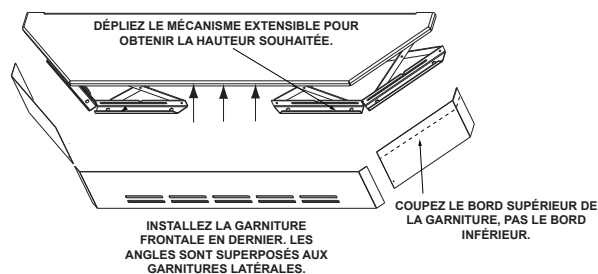

Figure 25.2
2. Dépliez les mécanismes extensibles à la hauteur souhaitée. Utilisez un tournevis à tête cruciforme et serrez les vis pour bloquer les mécanismes en place (**Figure 25.2**).